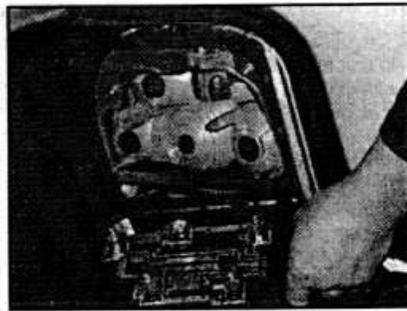

Рис. 12.30. Снятие заднего ламподержателя на моделях до 1993 года выпуска хэтчбек и седан.
- На моделях до 1993 года выпуска нажмите фиксатор к центру и извлеките ламподержатель. На моделях 1993-1995 гг. нажмите 2 фиксатора и извлеките ламподержатель. Отсоедините электрический разъем от ламподержателя (см. рис. 12.30, 12.31).